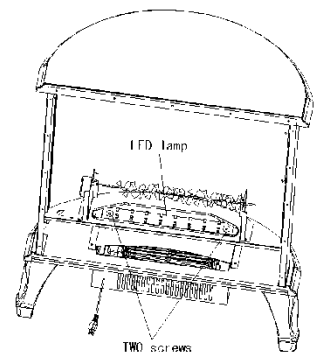

Fig. 2
- Quite las lámparas LED y reemplácelas por 17V-01 (ver Fig.2)